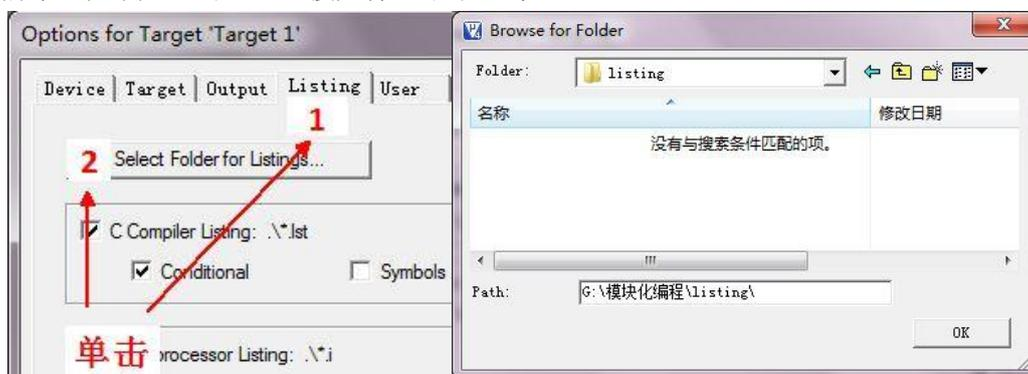

图 6-14 Listing 文件夹设置示意图
2、选择“Listing”选型卡，接着单击“Select Folder for Listing...”，打开文件夹选择对话框，定位到刚建立的 listing 文件夹下，最后单击“OK”，如图 6-14 所示。该文件夹里最后存放编译过程中产生的一些连接文件，不予理睬。